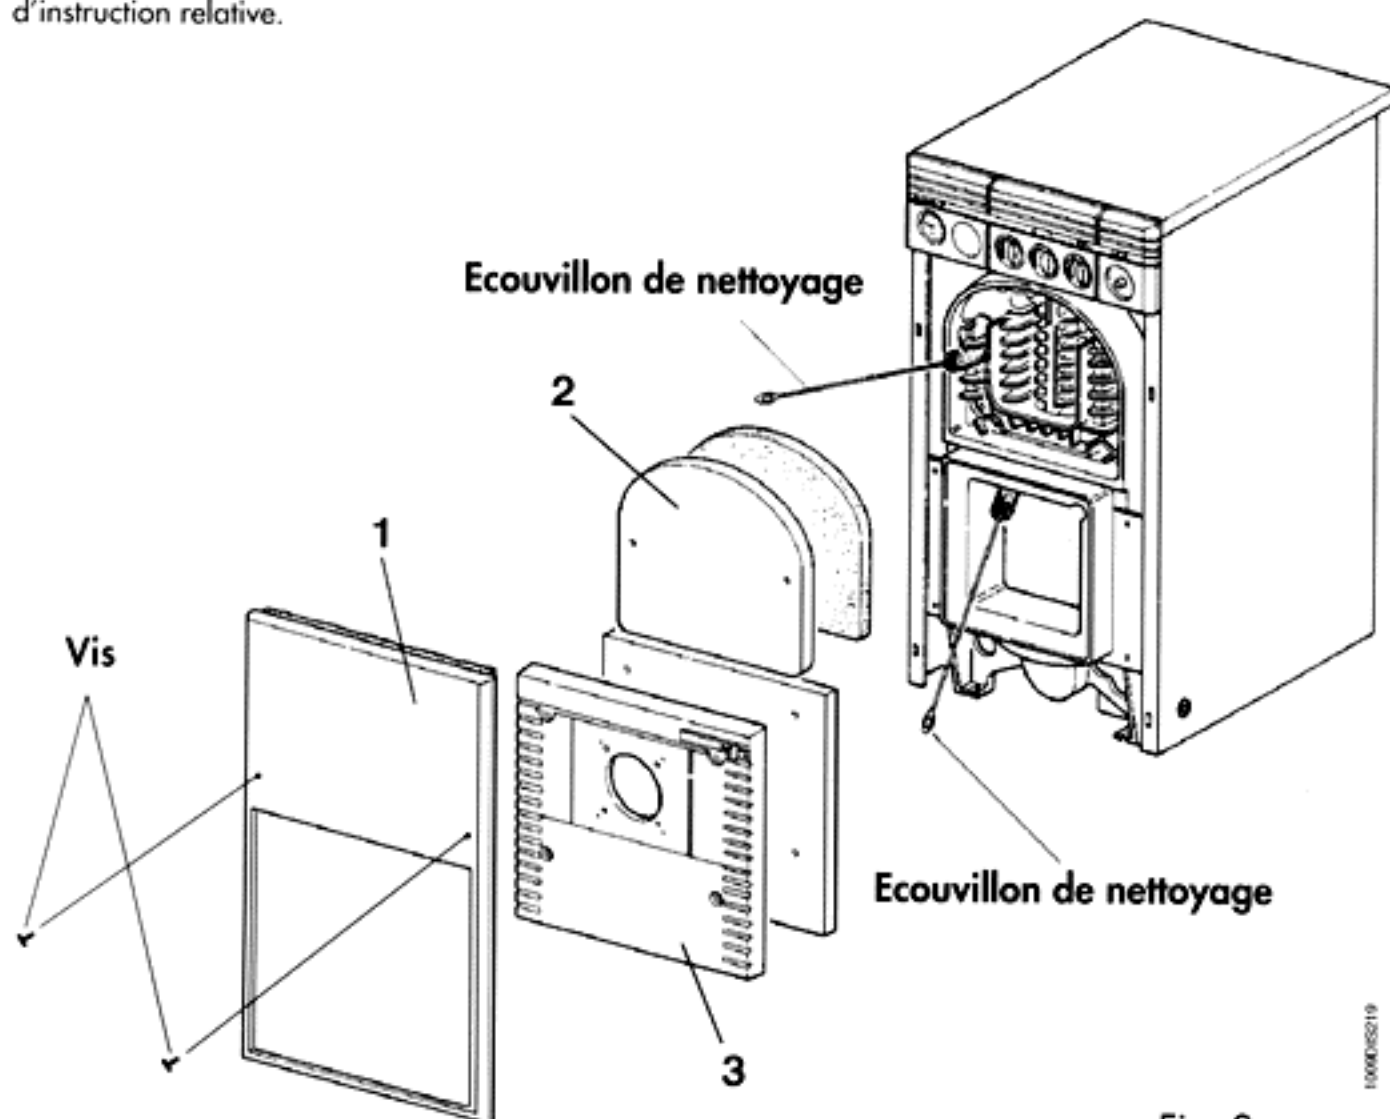

Fig. 8
- Retirer les panneaux 1, 2 et 3 (Fig.8);